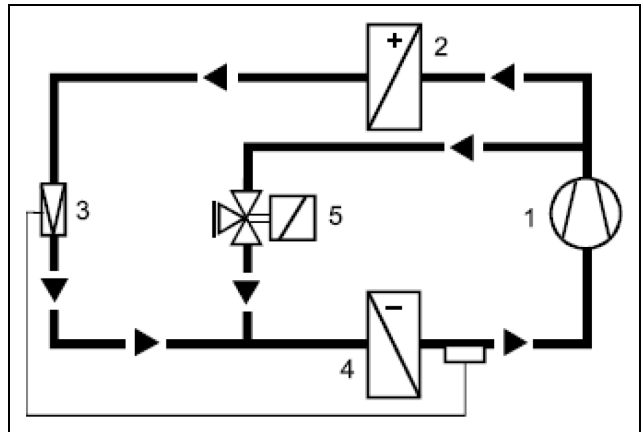

Fig. 43 : Circuit frigorifique avec vanne HGBP
La régulation par dérivation de gaz chaud (abrégée HGBP par la suite) est une dérivation régulée du circuit haute pression vers le circuit basse pression (voir le schéma de tuyauterie et d'instrumentation du circuit frigorifique) avec une alimentation entre le détendeur et l'évaporateur (fig. 43).
La vanne de régulation (fig. 43, pos. 5) dans la dérivation reste fermée par besoin de froid élevé. Le refroidisseur d'eau produit alors à pleine puissance. La vanne HGBP est ouverte en permanence par le régulateur lorsque le besoin frigorifique diminue. Le gaz chaud circule alors vers l'entrée de l'évaporateur (fig. 43, pos. 4) via la dérivation. Il y est mélangé et refroidi avec le fluide frigorigène qui vient du détendeur. Le mélange s'évapore ainsi déjà partiellement dans la conduite vers l'évaporateur. La température de l'évaporateur augmente ainsi, ce qui entraîne la baisse de la puissance frigorifique. L'échauffement excessif du gaz d'aspiration avant le compresseur est surveillé et régulé par le détendeur.